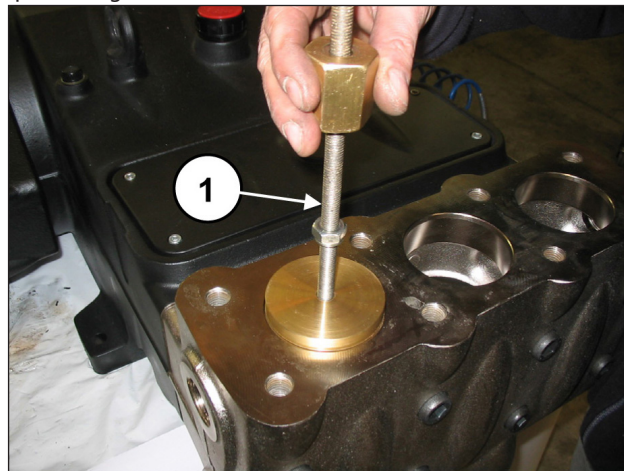

Fig. 101
Estrarre il tappo valvola mediante l'utilizzo di un estrattore a massa battente da applicare al foro M10 del tappo valvola (pos. ①, Fig. 101).